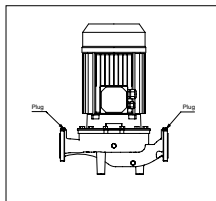

FIG 4: Tampões necessários para verificar o enchimento das bombas
- Retirar o tampão da tomada/hexagonal localizado no topo da caixa da bomba (FIG 4);